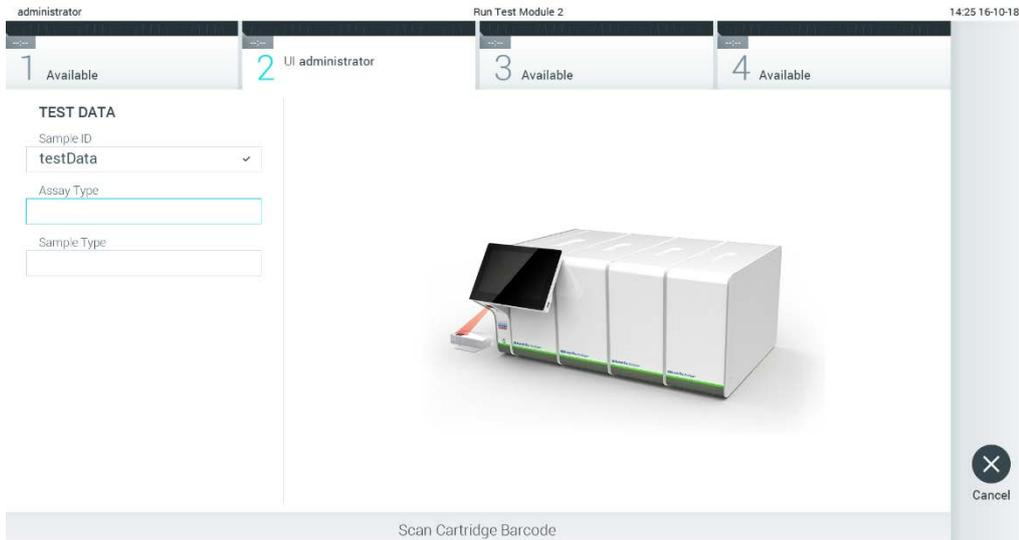

Figure 24. Lecture du code à barres de la cartouche de dosage QIAstat-Dx.
3. Lorsque vous y êtes invité, lisez le code à barres de la cartouche de dosage QIAstat-Dx à utiliser. Le QIAstat-Dx Analyzer 1.0 reconnaît automatiquement le dosage à effectuer, en fonction du code à barres de la cartouche de dosage QIAstat-Dx (Figure 24).